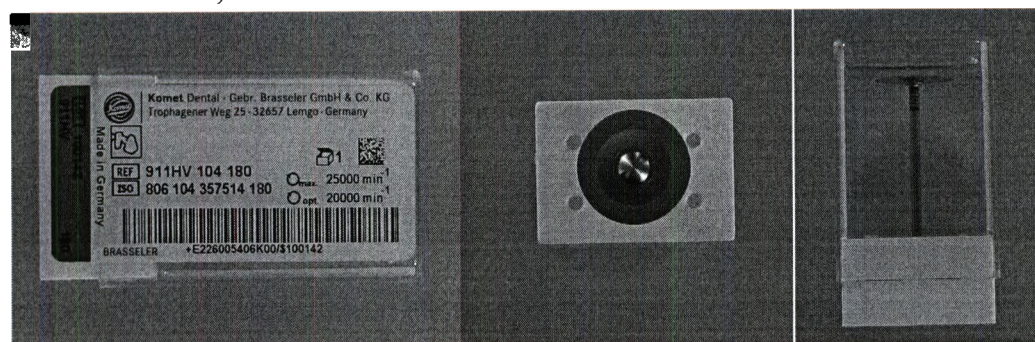

Рис.6
- С частичным алмазным покрытием верхней стороны рабочей части (Рис.6)